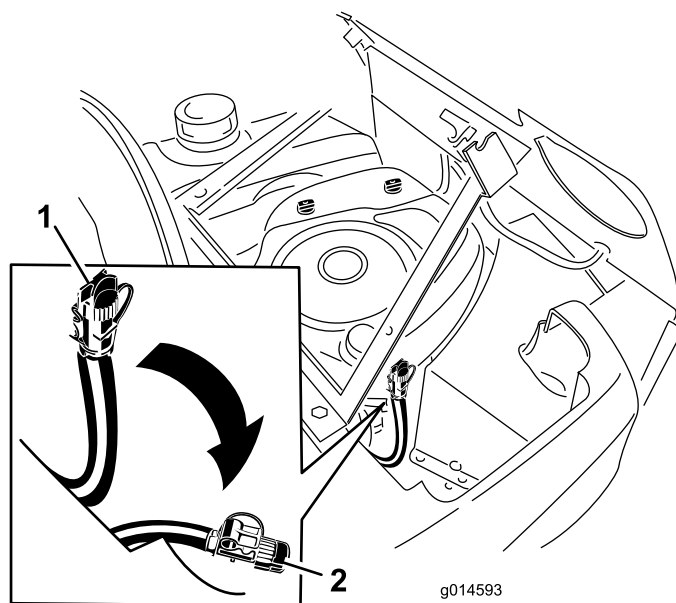

Figura 36
6. Scollegate l'attacco del tubo di spurgo dal riparo del motore e abbassate il tubo (Figura 36).
7. Collocate una bacinella sotto il tubo di spurgo. Aprite il tappo del tubo di spurgo dell'olio per lasciare defluire l'olio (Figura 36).
8. Quando l'olio è completamente defluito, chiudete il tappo del tubo e collegatelo al riparo del motore (Figura 36).